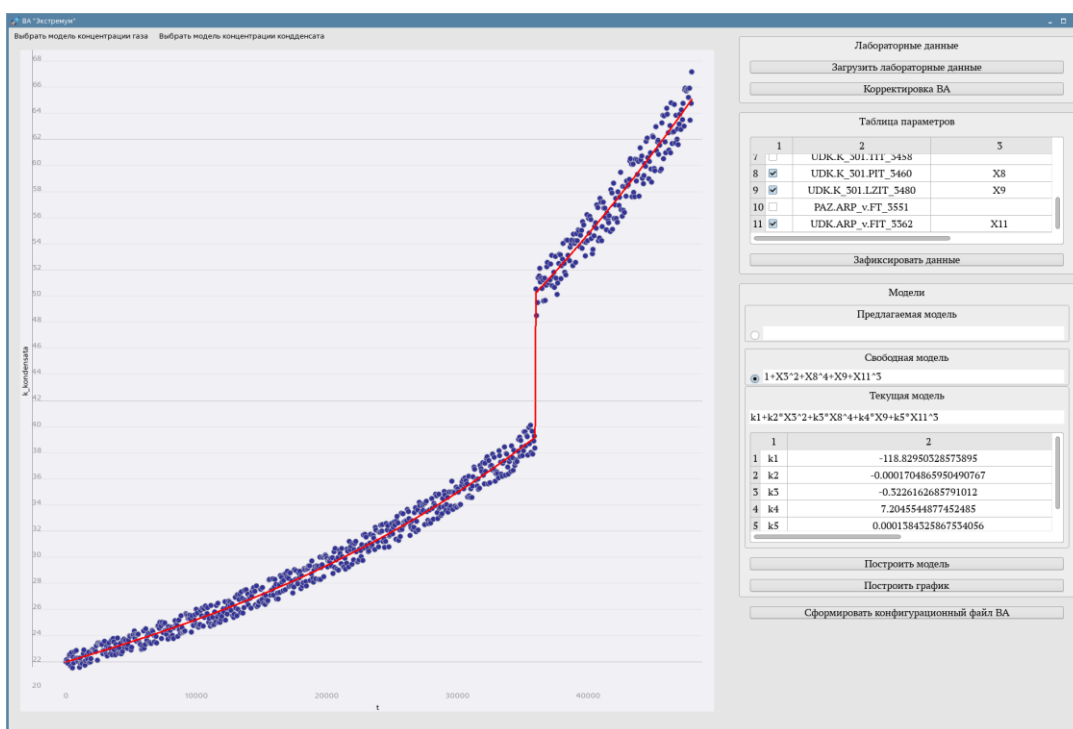

Рисунок 23 – Основное окно модуля. Корректировка модели концентрации конденсата. Этап 2
2. В таблице параметров поставим отметку напротив тех тегов, от которых зависит свободная модель см. Рисунок 23. Пример: X3, X8, X9, X11.